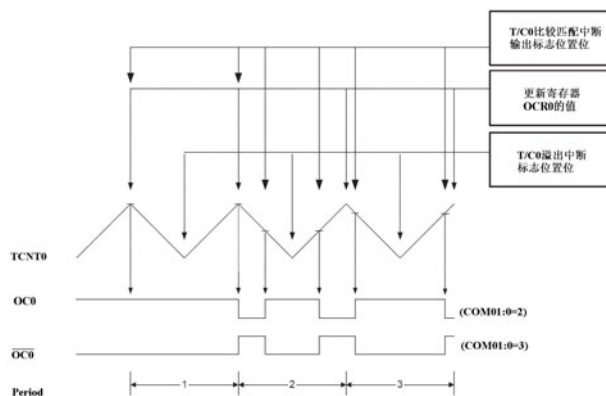
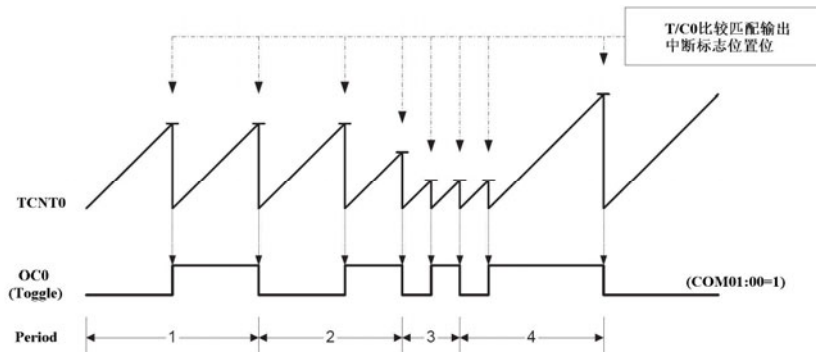
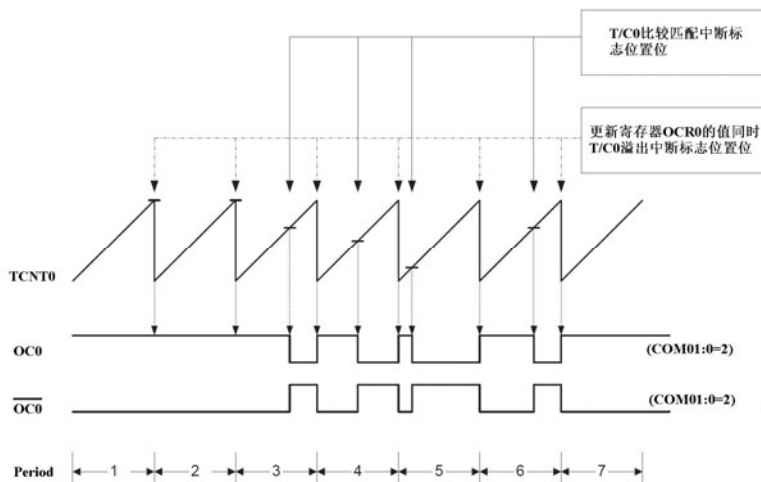

图 2.6 相位修正 PWM 模式
图 2.7 比较匹配清零定时器 CTC 模式
图 2.8 快速 PWM 模式
（2）WGM01 位~WGM00 位=0b01 时，T/C0 工作在相位修正 PWM 模式。在此模式下，T/C0 可以产生高精度相位修正的 PWM 波形。当 T/C0 工作在相位修正 PWM 模式下，T/C0 为双向计数器：T/C0 重复地先从 BOTTOM 计数到 MAX（正向计数），然后再从 MAX 开始倒退计数到 BOTTOM（反向计数）。注意在普通相位 PWM 输出和反向 PWM 输出过程中，当 T/C0 正向计数或反向计数引脚 OC0 上输出电平（即 PWM 波）的行为，如图 2.6 所示。
注意 在图 2.6 及下面的图 2.7 和图 2.8 中, TCNT0 上的小横条表示寄存器 OCR0 和寄存器 TCNT0 的比较匹配。
(3) WGM01 位~WGM00 位=0b10 时, T/C0 工作在比较匹配清零定时器 CTC 模式, 如图 2.7 所示。在 CTC 模式下, 我们要注意以下几点。
(4) WGM01 位~WGM00 位=0b11 时, T/C0 工作在快速 PWM 模式, 此时可以产生高频率的 PWM 波形。这里我们要注意在普通相位 PWM 输出和反向 PWM 输出过程中, 引脚 OC0 上输出电平 (即 PWM 波) 的行为, 如图 2.8 所示。